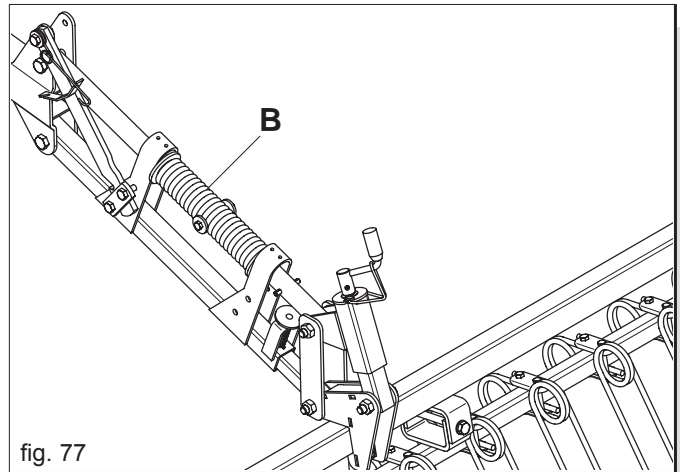

fig. 77
La presión de trabajo de los dientes de muelle de la grada cubresemillas se puede variar girando el muelle (B) situado en el brazo paralelo superior (Fig. 77).